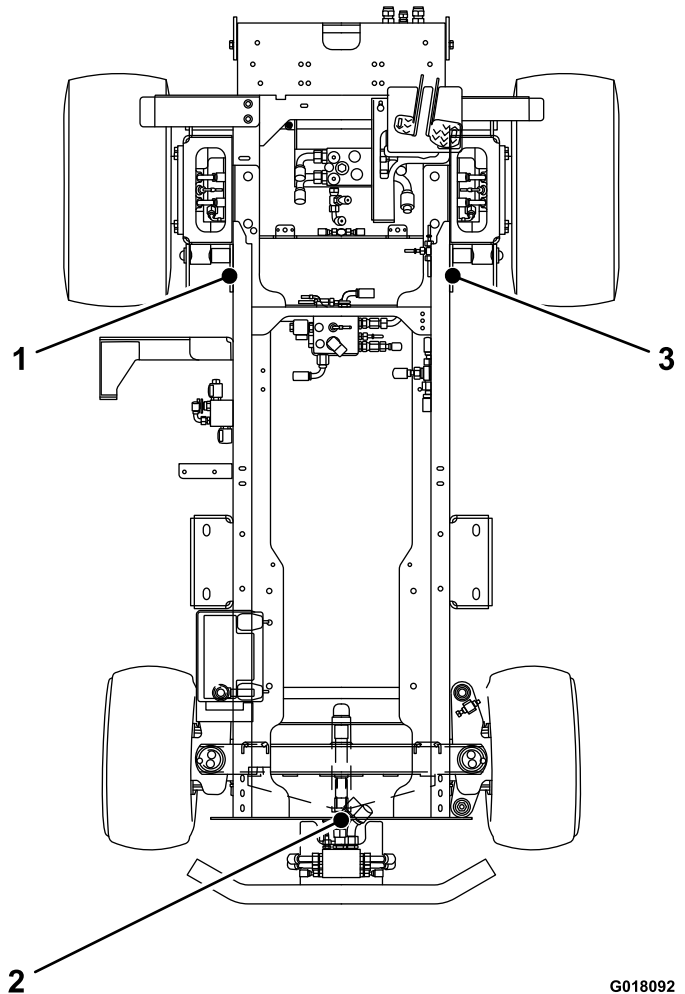

Figure 31
**Remarque:** Utilisez des chandelles pour soutenir la machine au besoin (Figure 31).